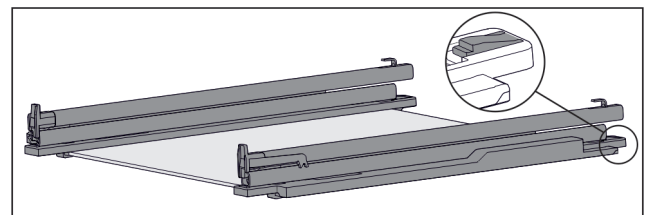

Fig. 109 Glasplaat met rails en vasthouddelen
- Vasthouddoel achter omlaag duwen (zie Fig. 109) en tegelijk rails naar achteren schuiven.